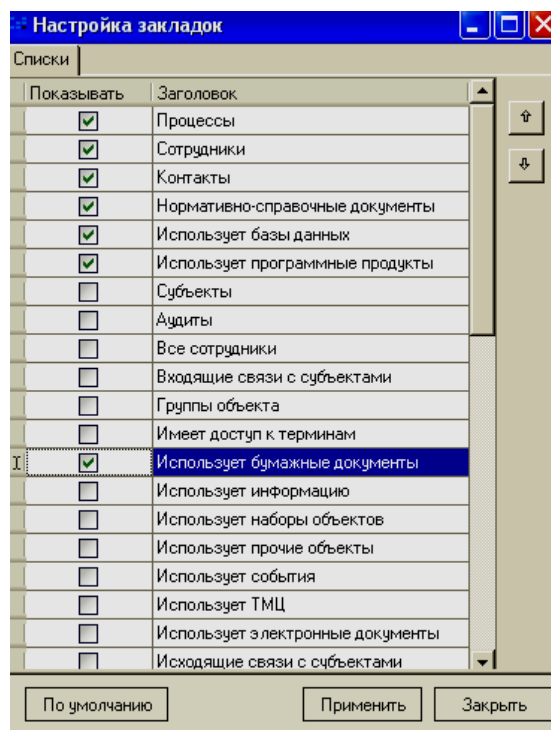

Рисунок 50 – Внешний вид окна *Настройка закладок субъекта Должность*
5. В окне *Настройка закладок* в списке возможных параметров установите флажки в столбце *Показывать* для параметров *Использует базы данных*, *Использует программные продукты* и *Использует бумажные документы* (рисунок 50). Щелкните кнопку *Применить*.